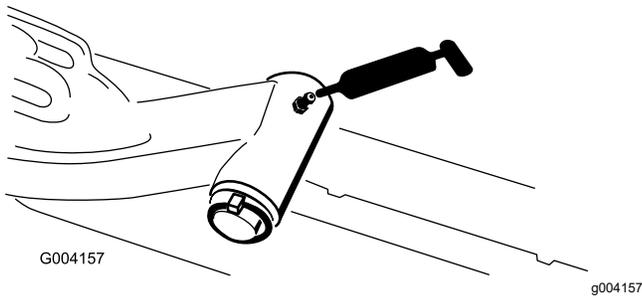

Figura 104
- Eje pivotante del brazo de elevación (1 en cada) (Figura 104)